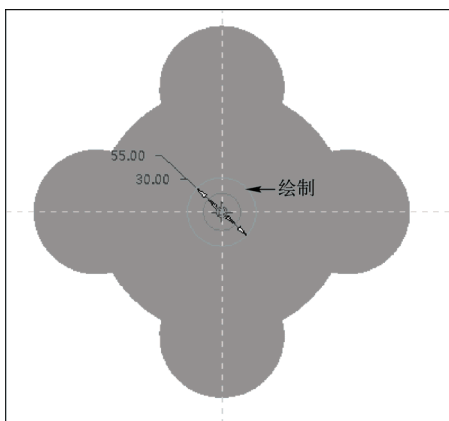

图 8-66 绘制第二个草绘截面
STEP 07 单击“草绘”选项卡中的相应按钮, 绘制第二个草绘截面, 如图 8-66 所示。